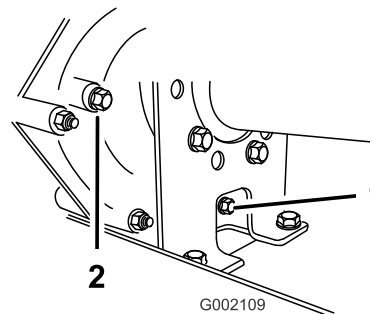
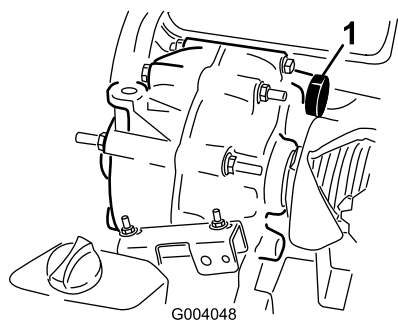

Figura 59
Figura 60
2. Limpie la zona alrededor de los tapones de vaciado y llenado con un trapo (Figura 59).
4. Retire el indicador girándolo en sentido antihorario (Figura 59).
5. Retire el indicador girándolo en sentido antihorario (Figura 59).
6. Instale y apriete el tapón de vaciado y la junta en el orificio de llenado de la transmisión (Figura 59).
7. Llene el depósito (Figura 60) a través del orificio de llenado con aproximadamente 1,4 litros de fluido del tipo especificado, hasta que el nivel de fluido de la transmisión esté enrasado con el borde inferior de la rosca. (Figura 59).
8. Instale y apriete el tapón y la junta en el orificio de llenado de la transmisión (Figura 59).
10. Compruebe el nivel de fluido y añada más si el nivel de fluido está por debajo de las roscas del orificio de llenado (Figura 59).